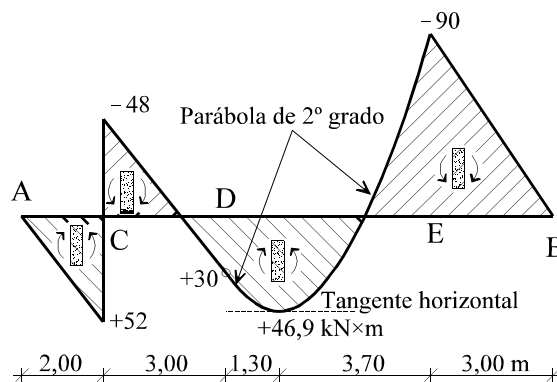

Figura 6
6) Dada la ley de momentos flectores de la figura 6, encontrar las cargas que la producen.